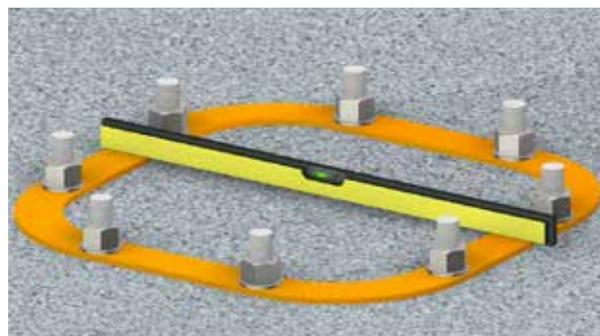

fig.23
5. Vérifier le niveau et arraser la fondation apr rapport au sol (fig. 23)